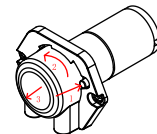
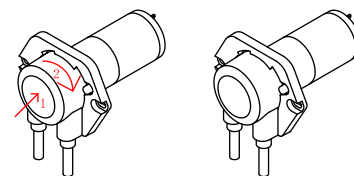

图1
图3
- 1、按下卡扣（图1标号1）
- 2、逆时针旋转泵头盖至限位处（图1标号2）
- 3、面向自己方向垂直取下泵头盖（图1标号3）
- 2、按照之前拆卸位置（图1标号3）原方向插入到电机轴上，（图3标号1），顺时针旋转，待泵头卡扣与泵头前盖锁住到位，此时泵头的出/入口应与泵头安装板的两个螺钉安装孔成垂直状态图示如下图3